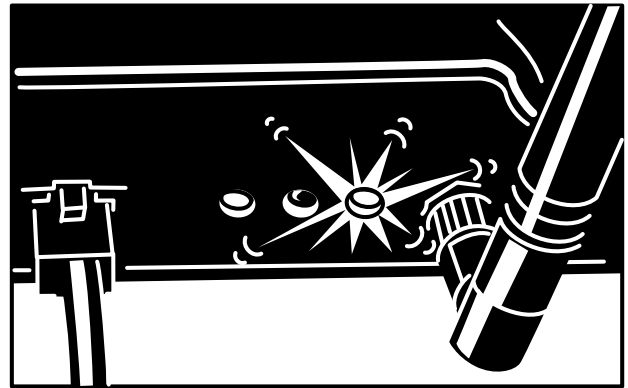

Figura 11
3. Assicuratevi che la spia di connessione Internet si illumini (Figura 11).